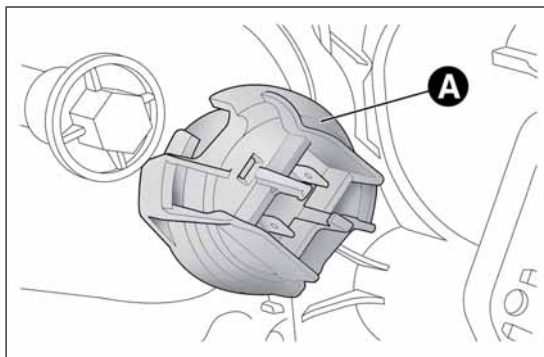

РИС. 135
- снимите защитную заглушку А РИС. 135 лампы;